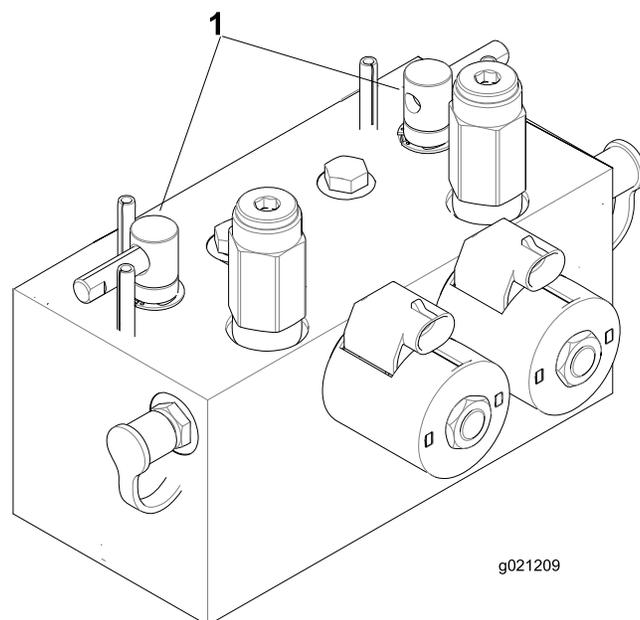

Рисунок 95
2. Разблокируйте и поднимите сиденье для доступа к рычагам обратного вращения (Рисунок 95).
5. Выберите передний, задний или оба рычага обратного вращения, чтобы определить, заточку каких режущих блоков необходимо произвести (Рисунок 95).